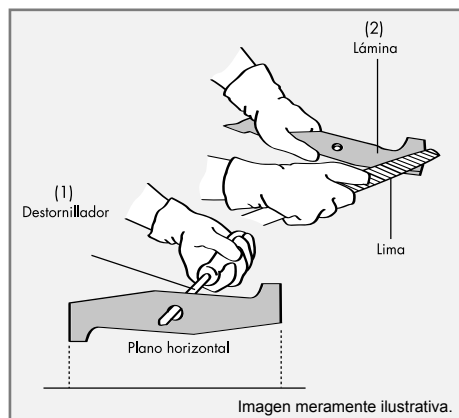

Figura 11
5. Asegúrese de que la lámina esté balanceada. Utilice un destornillador y mantenga la lámina paralela al plano horizontal, como muestra la Figura 11. Una lámina que está balanceada va a quedar paralela al piso, caso contrario, el lado pesado va a girar en dirección al piso. Afíle el lado pesado hasta que la lámina quede equilibrada.